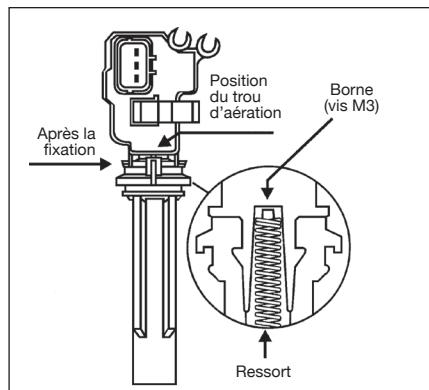

Fig. 2
- Après avoir fixé la coiffe isolante sur la bobine, positionner le trou d'aération de la coiffe isolante. (Voir Fig. 2)